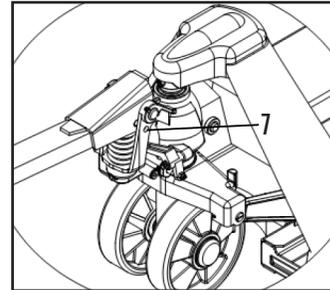

Figura 3
3.6.- Vea figura 3, ponga el manubrio 3 en posición horizontal, jale el pasador 7 y guárdelo en un lugar seguro, debido a que se utilizara más adelante en caso de requerir reemplazar el manubrio.